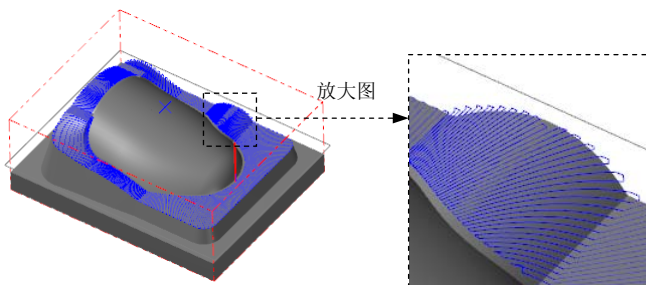

图 17.27 刀具路径
Step6. 单击“曲面精加工放射状”对话框中的  按钮，此时系统将自动生成图 17.27 所示的刀具路径。